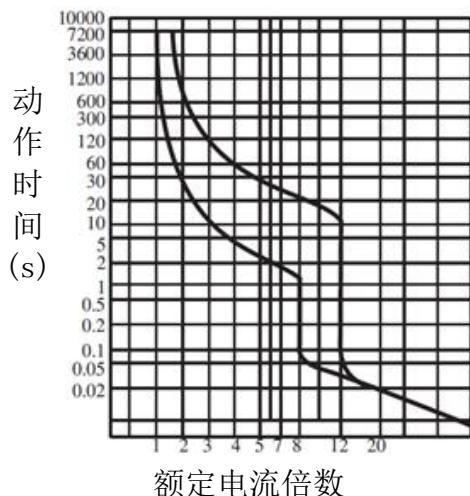
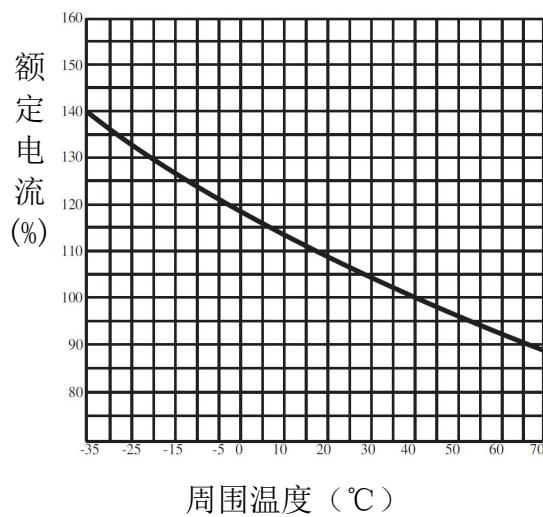

图 1 HYM3L-125 动作特性曲线
图 12 HYM3L-800 温度补偿曲线
4.6 断路器反时限特性曲线及其温度校正曲线见图 1~图 12